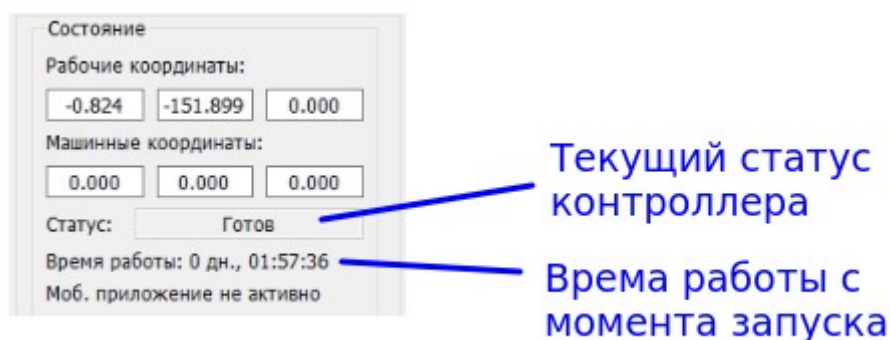

Рисунок 2: Статус контроллера
- 5) При успешном подключении к контроллеру, визуализатор покажет его текущий статус (в правом верхнем углу панель *Состояние*) — см. рис. 2 — в нормальном режиме контроллер будет находиться в состоянии «*Готов*». Если статус имеет значение «*Нет соединения*» — выбранный порт не доступен и не работает. Если статус имеет значение «*Порт открыт*» — выбран неверный COM-порт (с него не удастся считать статусную информацию).